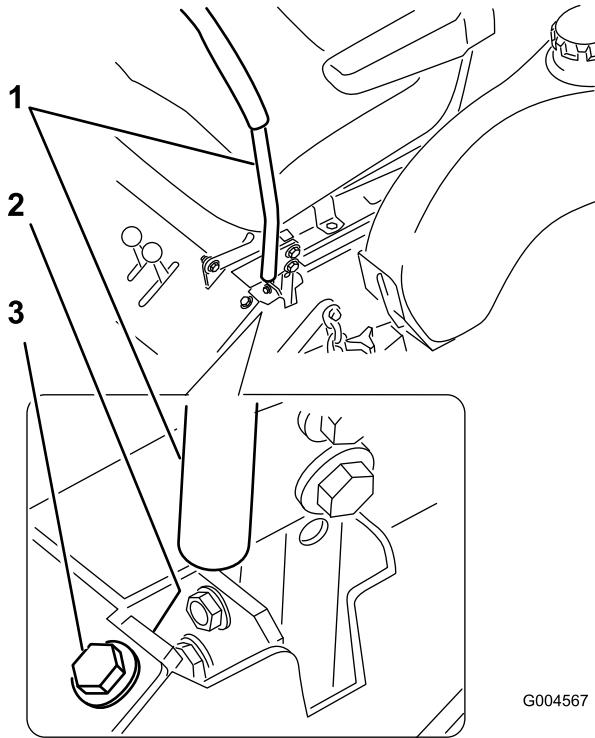

Figura 50
3. Mueva el tope hasta que la máquina vaya en línea recta (Figura 50).
4. Apriete el perno situado delante de la palanca de control (Figura 50).